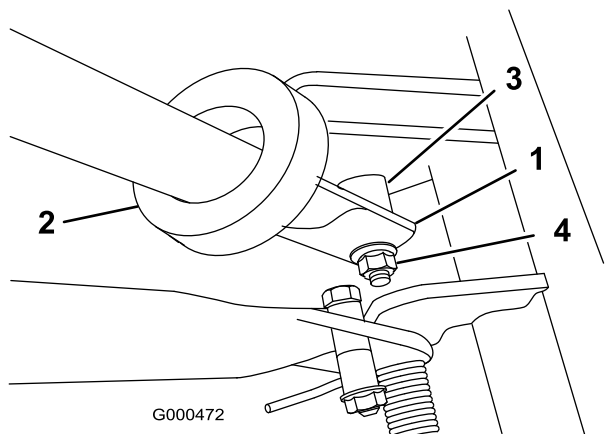

図 5
2. ハンドル・サポート・アームの溝にハンドルを差し込む (図 5)。
3. 左右のハンドル端を内側に押し縮めるようにして、ピボット・ピンの段部に取り付ける (図 5)。
4. フランジ・ロックナットを使って、ハンドルをキャップスクリューとピボット・ピンに固定する (図 5)。